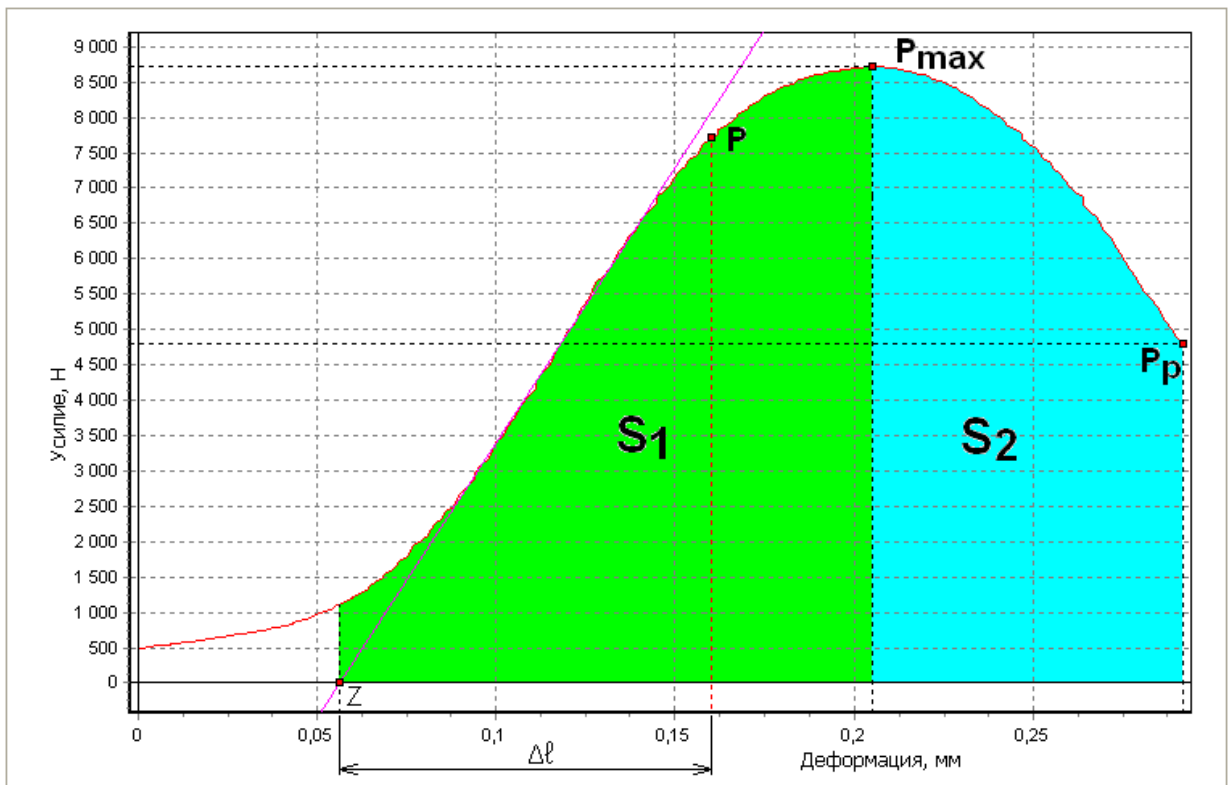

Рис. 20. Определение удлинения по полной деформации от точки Z
- По полной деформации от точки  $Z$  (рис. 20);